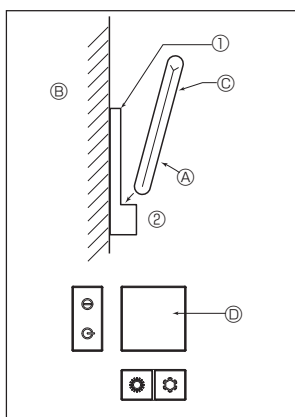
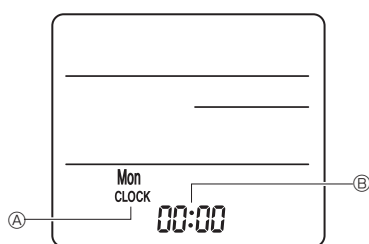

Fig. 7-9
Fig. 7-10
2) Metodo di installazione (Fig. 7-9)
① Fissare il supporto del telecomando nel punto desiderato usando 2 viti autofillettanti.
② Inserire l'estremità inferiore del telecomando nel supporto.
④ Telecomando ⑤ Parete ⑥ Pannello display ⑦ Ricevitore
3) Impostazione (Impostazione orologio) (Fig. 7-10)
① Inserire le batterie o premere il pulsante **CLOCK** con qualcosa di appuntito.